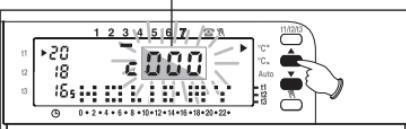

Fig. 38
- Pulsar la tecla **OK** para confirmar (fig. 38).